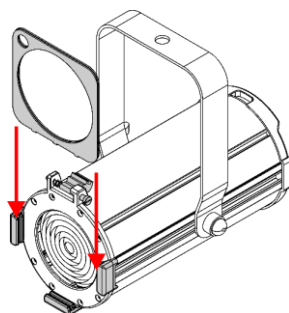

Fig. 11
- 03) Inserte el soporte de filtros de colores en las **monturas para el soporte de filtros de colores (04)** (véase la Fig. 11).